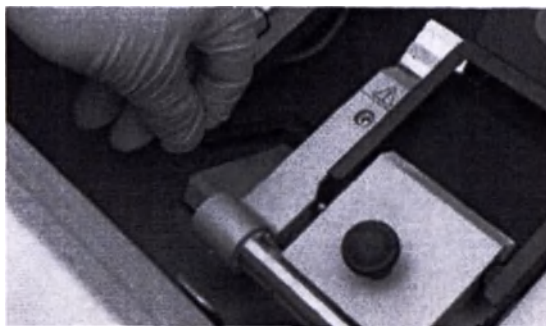

Рисунок 9.9
1. Поверните рычаг для снятия держателя лезвий против часовой стрелки, чтобы ослабить его крепление (Рисунок 9.9).